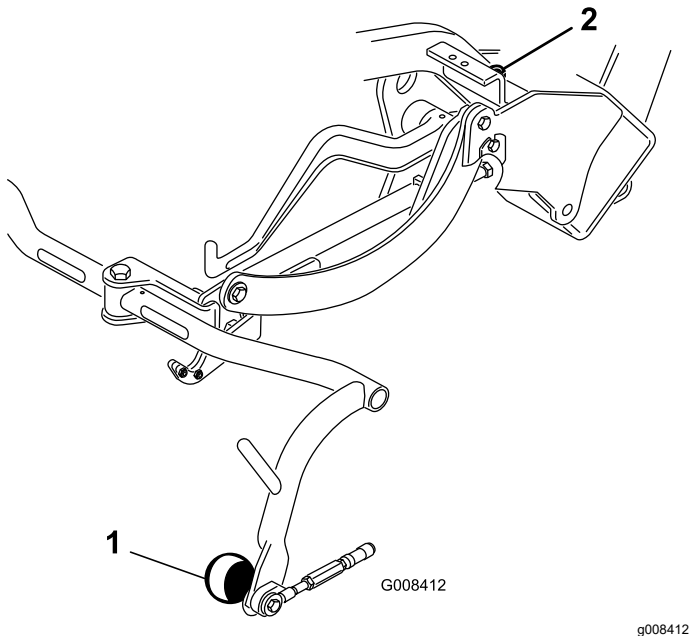

Figura 6
4. Se dovete regolare il gioco, allentate il controdado sulla vite di arresto del telaio portante (Figura 6) e ruotate la vite in alto o in basso per sollevare o abbassare il telaio portante. Serrate il controdado per mantenere la regolazione.